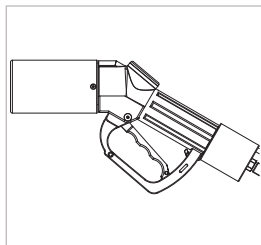

Figure 9
- ▶ Débranchez le nozzle de ravitaillement du distributeur. Le levier de commande (n° 6) doit être en position OFF (Figure 9).